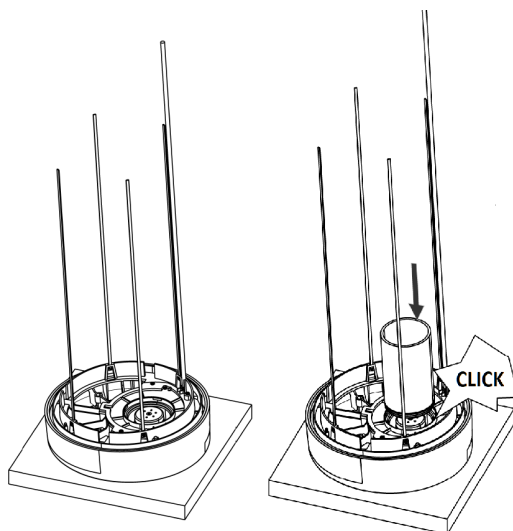

Figure 10 - Préparation du chapeau de ventilation (tube de Ø 90 mm)
1. Déposez la face externe du chapeau de ventilation (1) sur un morceau de carton découpé dans l'emballage et placé sur une surface stable. Le chapeau de ventilation est équipé d'attaches prémontées.
2. Insérez le tube de Ø 90 mm (3) avec les rainures à l'intérieur du chapeau jusqu'à ce qu'il s'enclenche (voir Figure 10 ci-dessous). Placez ensuite l'isolation autour du tube. Vous devez impérativement enfoncer celle-ci tout contre le chapeau.